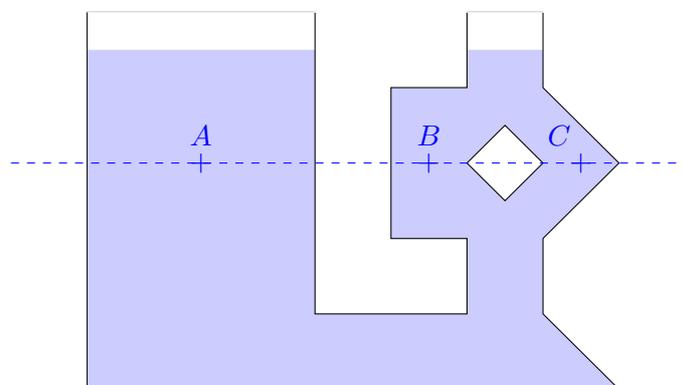

FIGURE 1.2 – Récipient rempli d'un même fluide.
**Question 8** : Observons le système en figure 1.2, rempli d'un fluide au repos. Que peut-on dire des pressions en  $A$ , en  $B$  et en  $C$  ? Justifier.